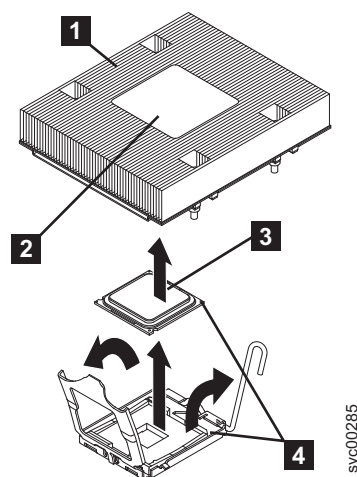

図 256. マイクロプロセッサからのヒートシンクの取り外し
3. ヒートシンク（図 256 の **1**）を取り外します。ヒートシンクの片側にある 2 つの拘束ねじを十分緩めながら、他方の 2 つの拘束ねじを緩めます。（これは、ヒートシンクとマイクロプロセッサの接着を切り離すのに役立ちます。）拘束ねじを緩めた後でヒートシンクを取り外します。